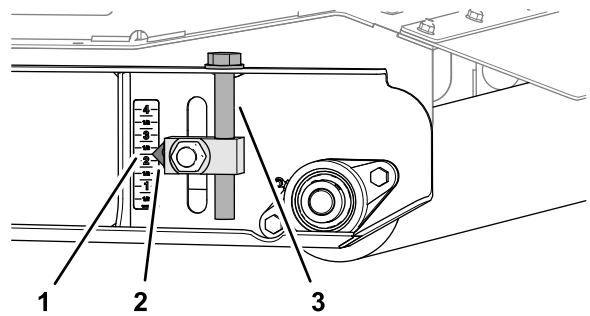

図 83
5. 後ローラのところ、左右の刈高アジャスタを、デカルの2-1/4"のマークに合わせて図 83。